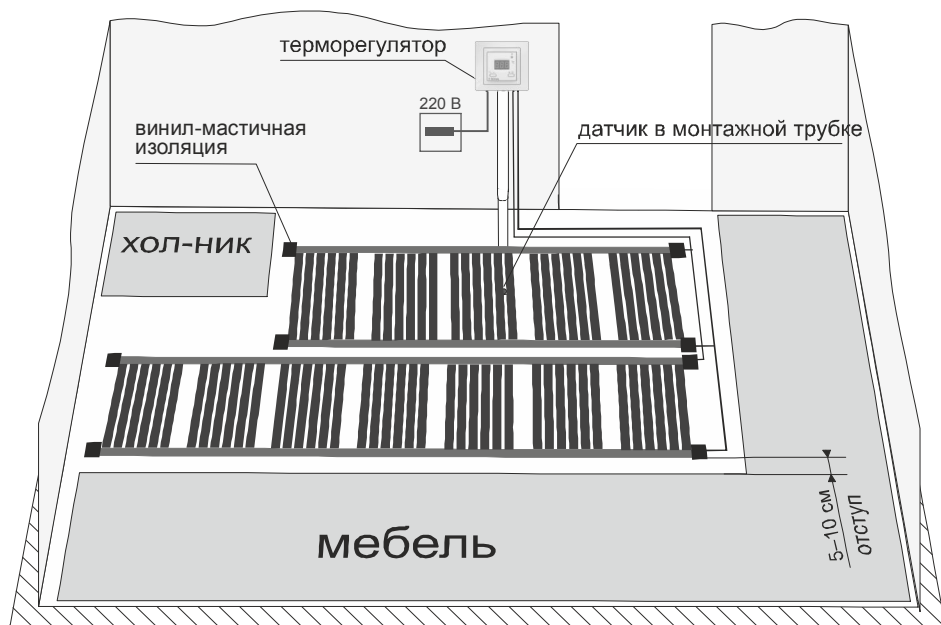

Рис. 2 — Пример укладки нагревательной пленки
3. Места соединений, контактные клипсы и незадействованные концы медных токопроводящих лент тщательным образом изолируются с помощью винил-мастичной изоляции, как показано на Рис. 2. В случае лишней толщины контактной группы в полу или теплоизоляторе под пленкой делаются соответствующие углубления. Провода фиксируются клейкой лентой типа скотч.